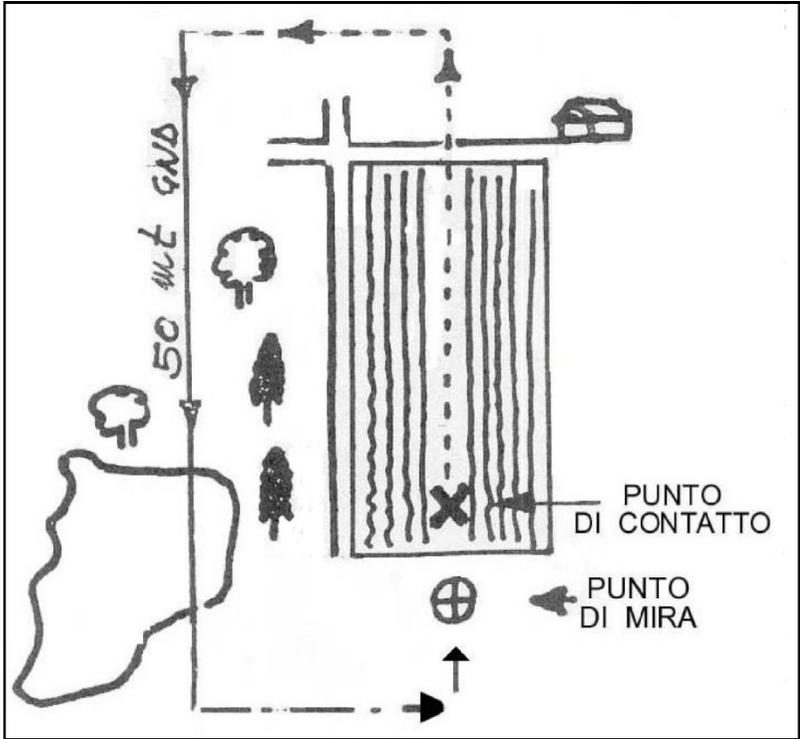

FIG. 10 - CIRCUITO PER ATTERRAGGIO D'EMERGENZA
b) Ci si abbassa, quindi, il più possibile per una più accurata ispezione (per accertare la solidità del terreno e scorgere altri eventuali ostacoli, prima invisibili). **FIG. 10**